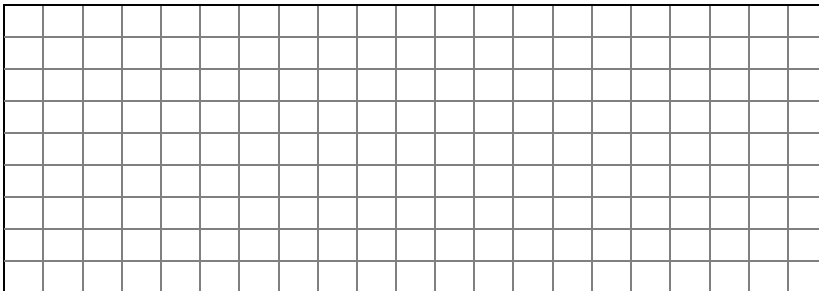

Рис. 3.5. Сетка для схемы измерения параметров трехфазной активно-реактивной нагрузки, соединенной звездой без нулевого провода
6. Составить и изобразить в рабочей тетради (сетка для рис. 3.5) одну из разновидностей схем включения сопротивлений в трехфазную сеть или внести изменения в схему, представленной в качестве примера на рис. 3.4.